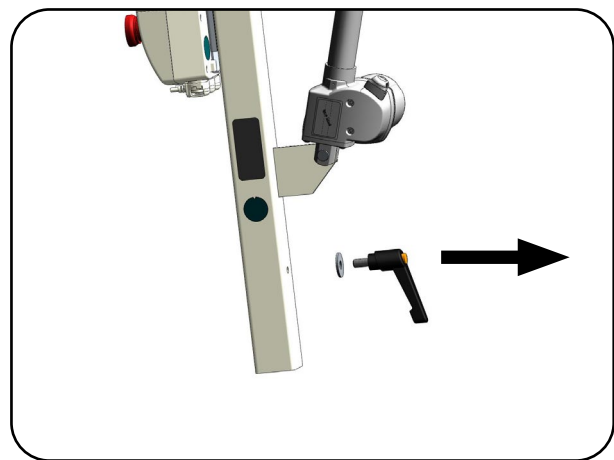

Abb. 6.2.02 – Demontage des Klemmhebels
4. Lösen Sie den Klemmhebel am Standmast und ziehen Sie ihn heraus (Abb. 6.2.02).